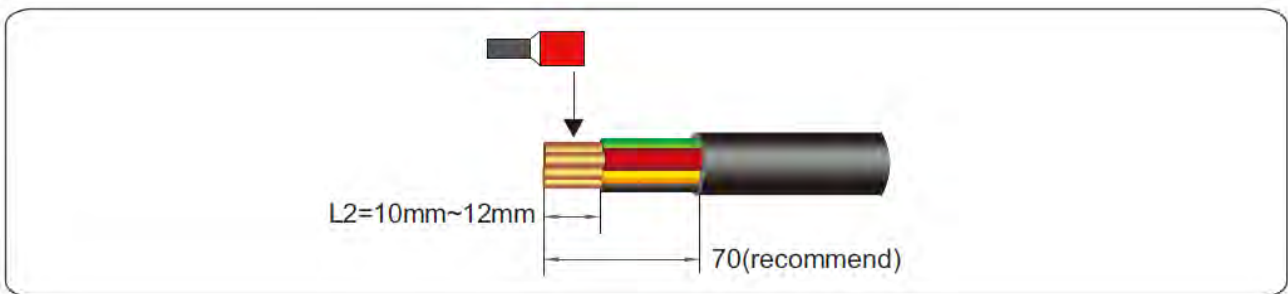

Figura 5.4 Lunghezza cavo spelato (unità: mm)
**Fase 1** Rimuovere una lunghezza adeguata della guaina e dello strato isolante dal cavo di uscita CA utilizzando una pinza spellafili, come mostrato nella Figura 5.4.